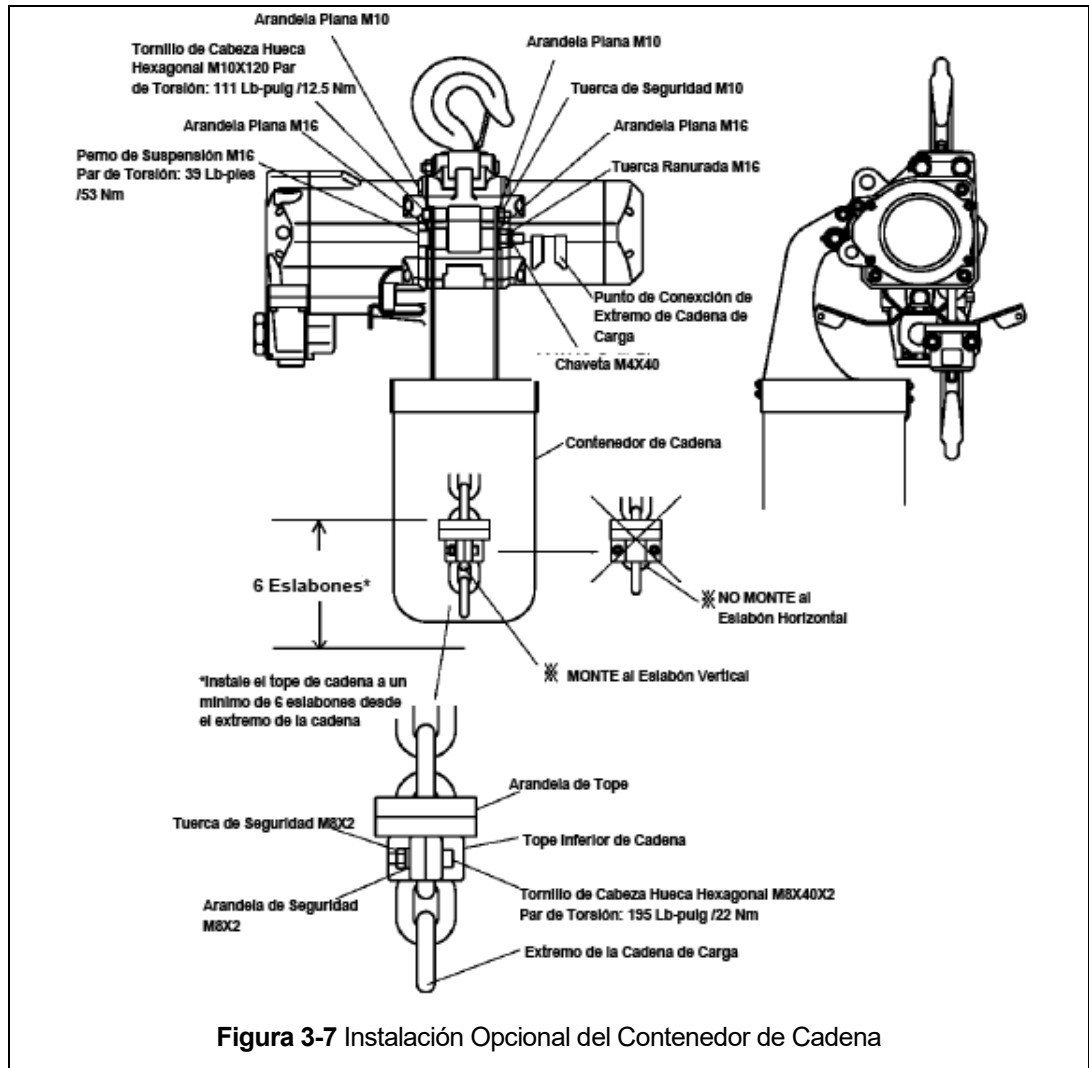

Figura 3-7 Instalación Opcional del Contenedor de Cadena
3.11.1 Para modelos TCK3000/6000/10000, la instalación del contenedor de cadena opcional, estilo bolsa, consulte la Figura 3-7 y realice lo siguiente:
- Asegúrese de que todos los topes finales estén instalados correctamente. Ver Figura 3.7 y sección 7.3.